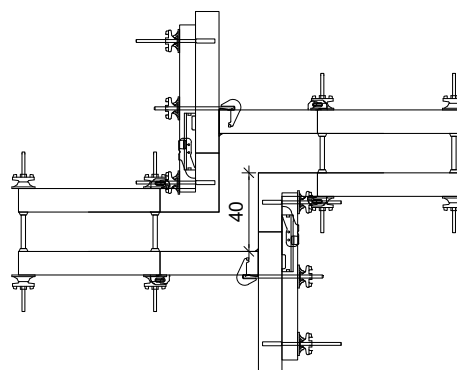

Рис. 38
- Элемент TR ST 50 (19)
- Многоцелевой элемент TRIO TRM ST 72 (12)
- Угол TRIO TE ST (13)
- Ригель 85 (23)
- Натяжной крючок ST 400 (26)
- Торцевой тяж TS (25)
- (Рис. 38)